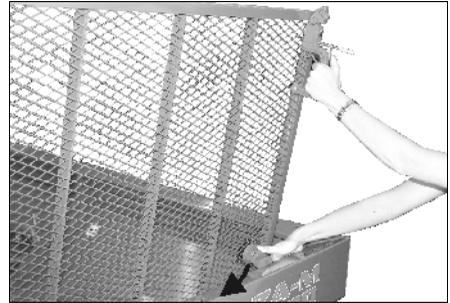

Fig. 15
- Antes de cerrar la criba protectora, oprimir hacia abajo el retén (Fig. 15).